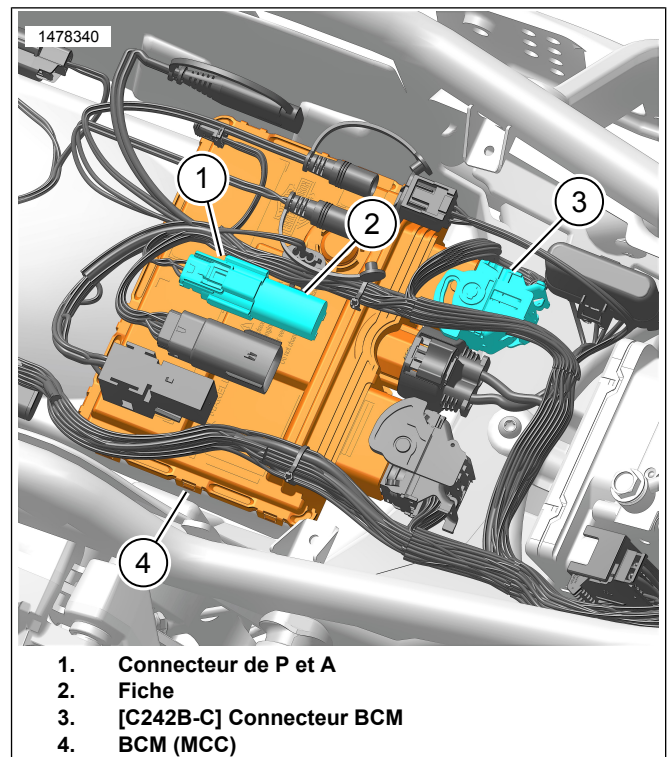

Figure 2. Connexions BCM
1. Voir la Figure 2. Installer le **nouveau** BCM (MCC) (4). Consultez le manuel d'entretien.
6. Voir la Figure 2. Retirer la prise (2) du connecteur de P et A (1).